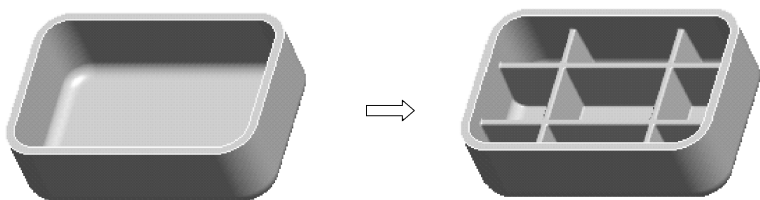

图 7-48 生成轨迹筋
【例 7-5】如图 7-48 所示, 利用给定的模型, 创建轨迹筋特征, 其中左右两条筋中心线距离左右对称面的距离均为 13, 前后两条筋中心线距离前后对称面的距离均为 8, 顶部倒圆角和底部倒圆角都是 0.5, 筋的厚度是 1.5, 拔模是 3° 。
(8) 拖动鼠标中键从各个方向对模型进行几何预览, 符合设计要求后, 单击控制区的【应用】按钮, 完成轨迹筋, 模型如图 7-48 右图所示。